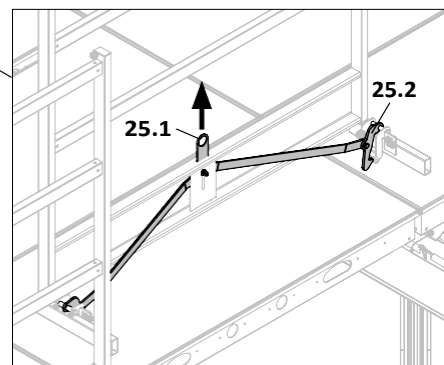

Fig. A8.07
1. Издърпайте скобата (25.1) нагоре. (Fig. A8.07)
1. Повдигнете скобата (25.1) нагоре. (Fig. A8.07)